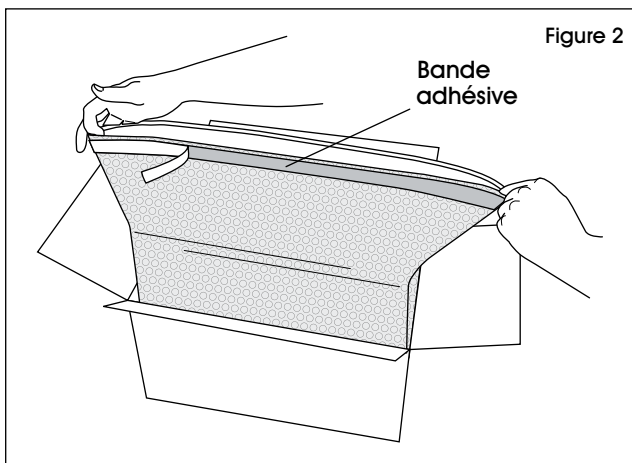

Figure 2
3. Décollez la pellicule protectrice de la bande adhésive. Tirez sur le revêtement aux extrémités de la bande adhésive. (Voir Figure 2)